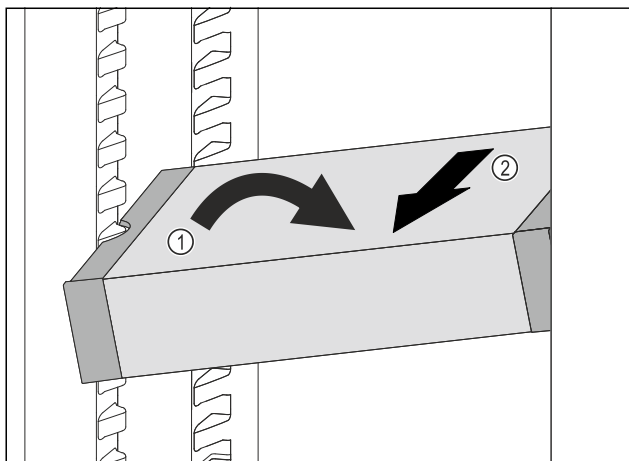

Fig. 122
- ▶ Stil VarioSafe på skrå ind i kølesektionen. Fig. 122 (1)
- ▶ Tag VarioSafe ud fremefter. Fig. 122 (2)